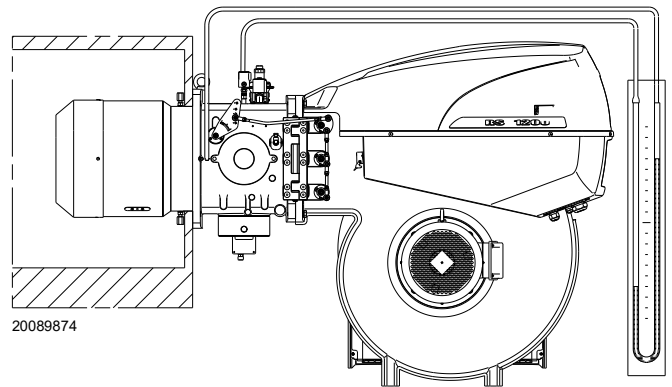

Abb. 24
- Montieren Sie ein U-Rohr-Manometer oder einen Differentialdruckmesser (Abb. 24), mit Entnahmestelle (+) am Gasdruck der Muffe und (-) in der Brennkammer. Damit soll annäherungsweise die Höchstleistung des Brenners ermittelt werden.
Das U-Rohr-Manometer (Abb. 24) zeigt den Gaseintritt an der Muffe an.